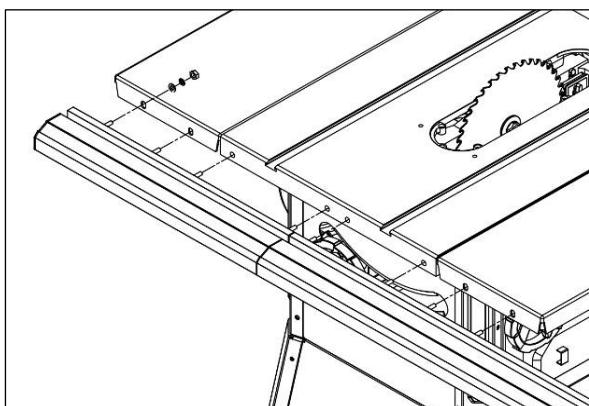

Рисунок 17.
- Вставьте четыре болта M8×30 в Т-образный паз в правую переднюю направляющую (рис. 17).